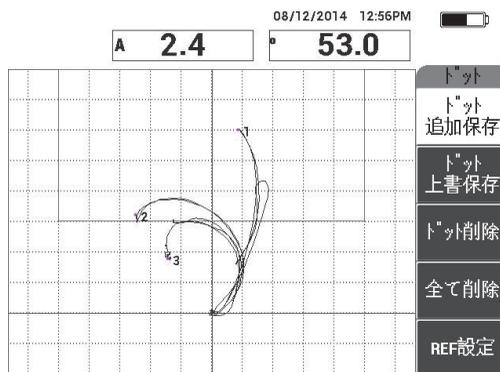

図 6-50 記録された3番目のドット
- 3 番目の剥離部の上でプローブをゆっくりと滑らせ、**ドット追加保存**（A キー）を押して 3 番目のドットを記録します（169 ページの図 6-50 参照）。